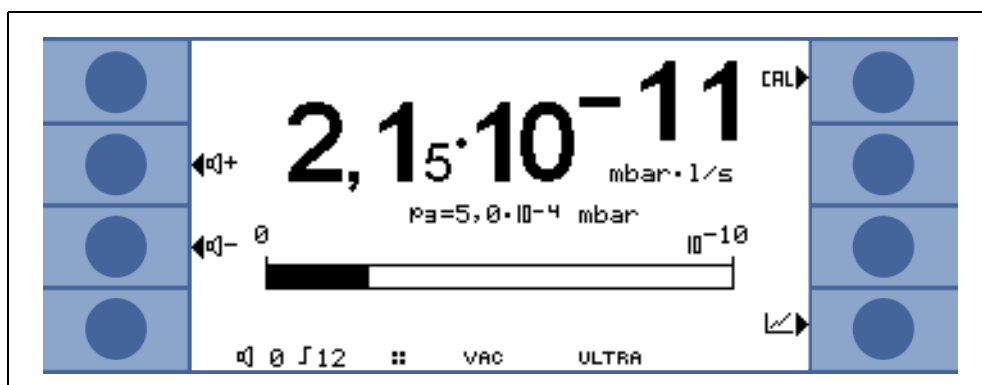

Fig. 5-1 : Affichage, mode de mesure
Lorsqu'une pression de 15 mbar (11 Torr ou 1500 Pa) est atteinte, le détecteur de fuites passe en mode de mesure. Le taux de fuites mesuré est alors affiché. Pour davantage d'explications sur les informations affichées, se référer à Fig. 5-1.
- numériquement, en combinaison avec une barre indicatrice Fig. 5-1
Le taux de fuites est indiqué sur l'affichage en grands chiffres, voir Fig. 5-1. L'unité de mesure du taux de fuites est également fournie. La pression d'admission est indiquée, par des chiffres plus petits, sous le taux de fuites (6.4.4 Unités).